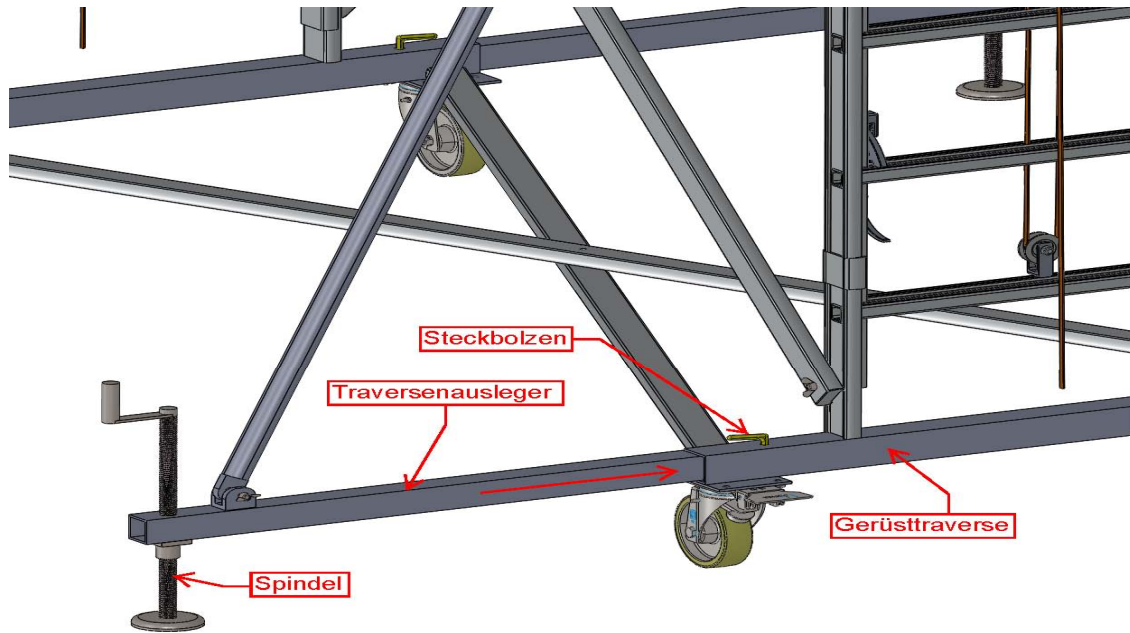

Bild 7
- 7.) 4 Stück Traversenausleger mit Stützstreben in die Gerüsttraverse einschieben und mit Steckbolzen sichern. Bild 7